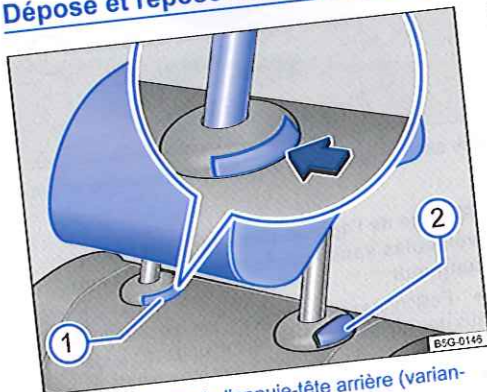

Fig. 60 Dépose de l'appuie-tête arrière (variante 1).
- Appuyez sur la touche ⇒ fig. 60 ① du guide d'appuie-tête.
- Appuyez en même temps sur la touche ② pendant qu'une deuxième personne retire complètement l'appuie-tête.
- Abaissez l'appuie-tête en appuyant sur la touche ⇒ fig. 60 ② ou ⇒ fig. 61 ②.